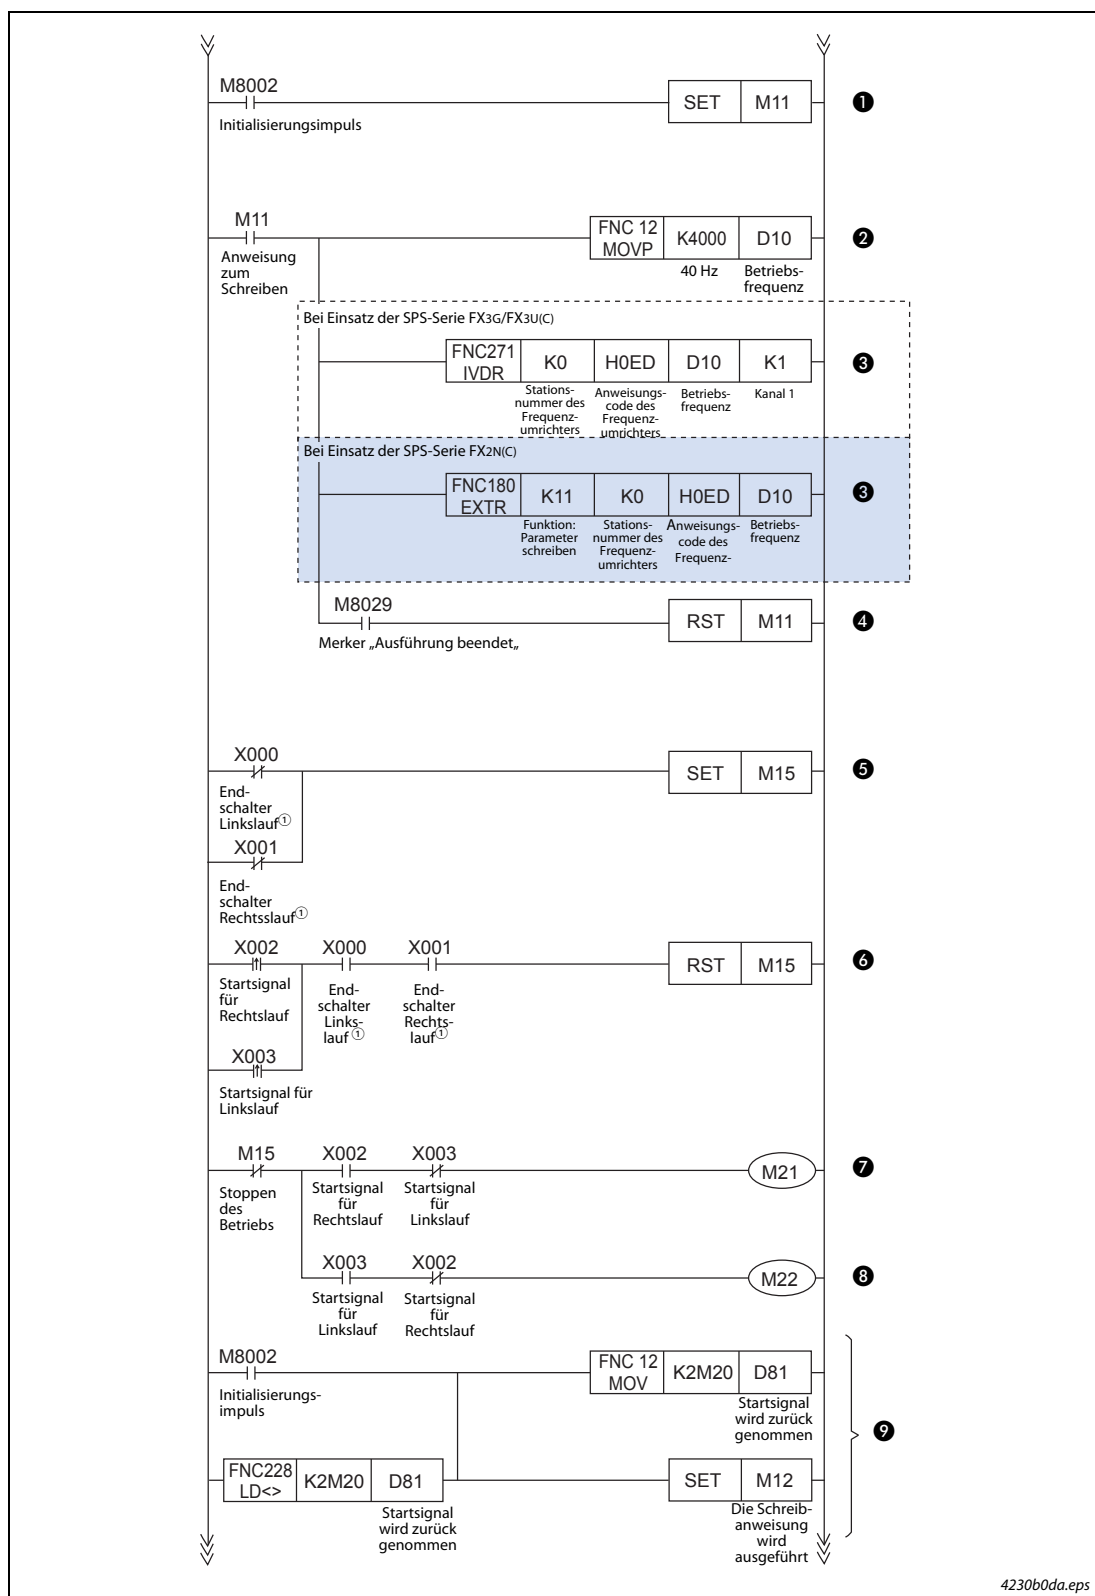

Abb. 4-19: Kontaktplan des Programmbeispiels (3)
⑤	Einstellung der Beschleunigungszeit (Pr. 7)
⑥	Die Beschleunigungszeit ist 1 Sek.
⑦	Einstellung der Verzögerungszeit (Bremszeit) (Pr. 7) (Pr. 8)
⑧	Die Verzögerungszeit ist 1 sek.
⑨	Die Parameter werden gleichzeitig in den Frequenzumrichter geschrieben [Inhalte der Register D200 bis D207 → Pr. 1, Pr. 2, Pr. 7 und Pr. 8]
⑩	Die maximale Ausgangsfrequenz wird auf 120 Hz eingestellt [K12000 → Pr. 1].
⑪	Die minimale Ausgangsfrequenz wird auf 5 Hz eingestellt [K500 → Pr. 2].
⑫	Die Beschleunigungszeit wird auf 1 sek eingestellt [K10 → Pr. 7].
⑬	Die Verzögerungszeit (Bremszeit) wird auf 1 sek eingestellt [K10 → Pr. 8].
⑭	Zurücksetzen der Anweisung zum Schreiben
Tab. 4-13: Beschreibung des Kontaktplans in Abb. 4-19 (2)